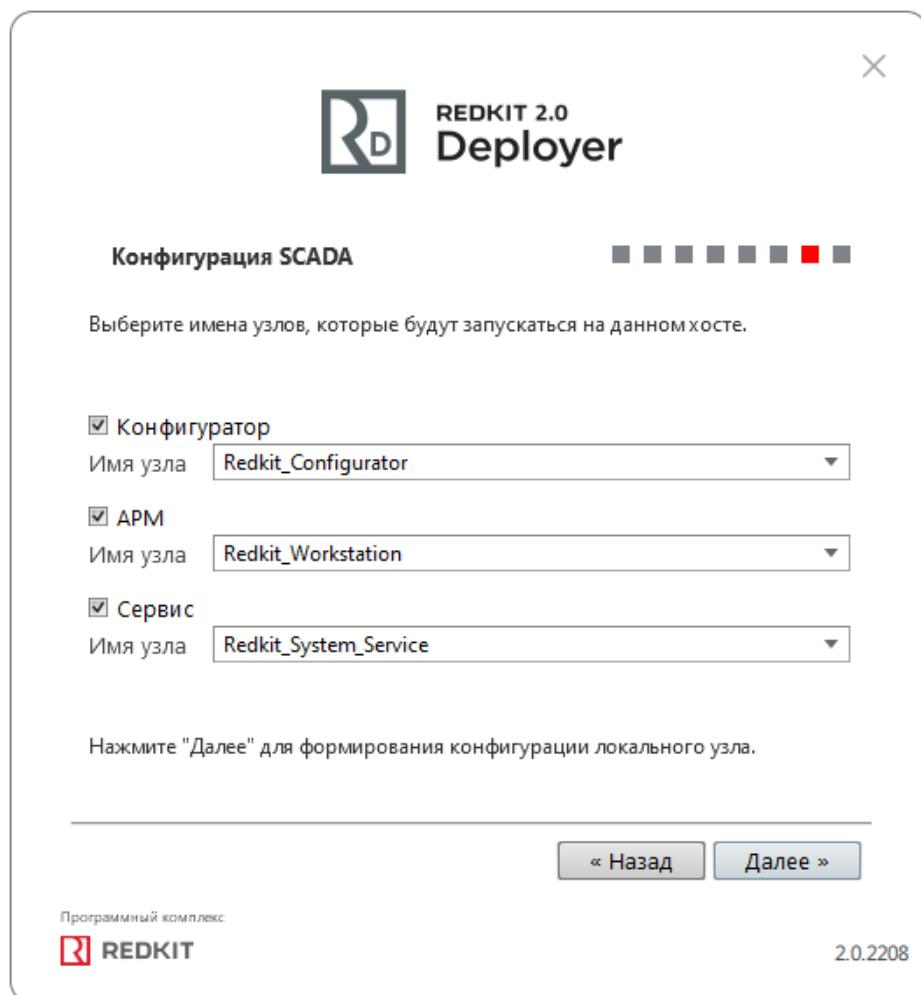

Рисунок 73 - Узлы
15. Оставьте имена узлов по умолчанию и нажмите **Далее** (Рисунок 73).